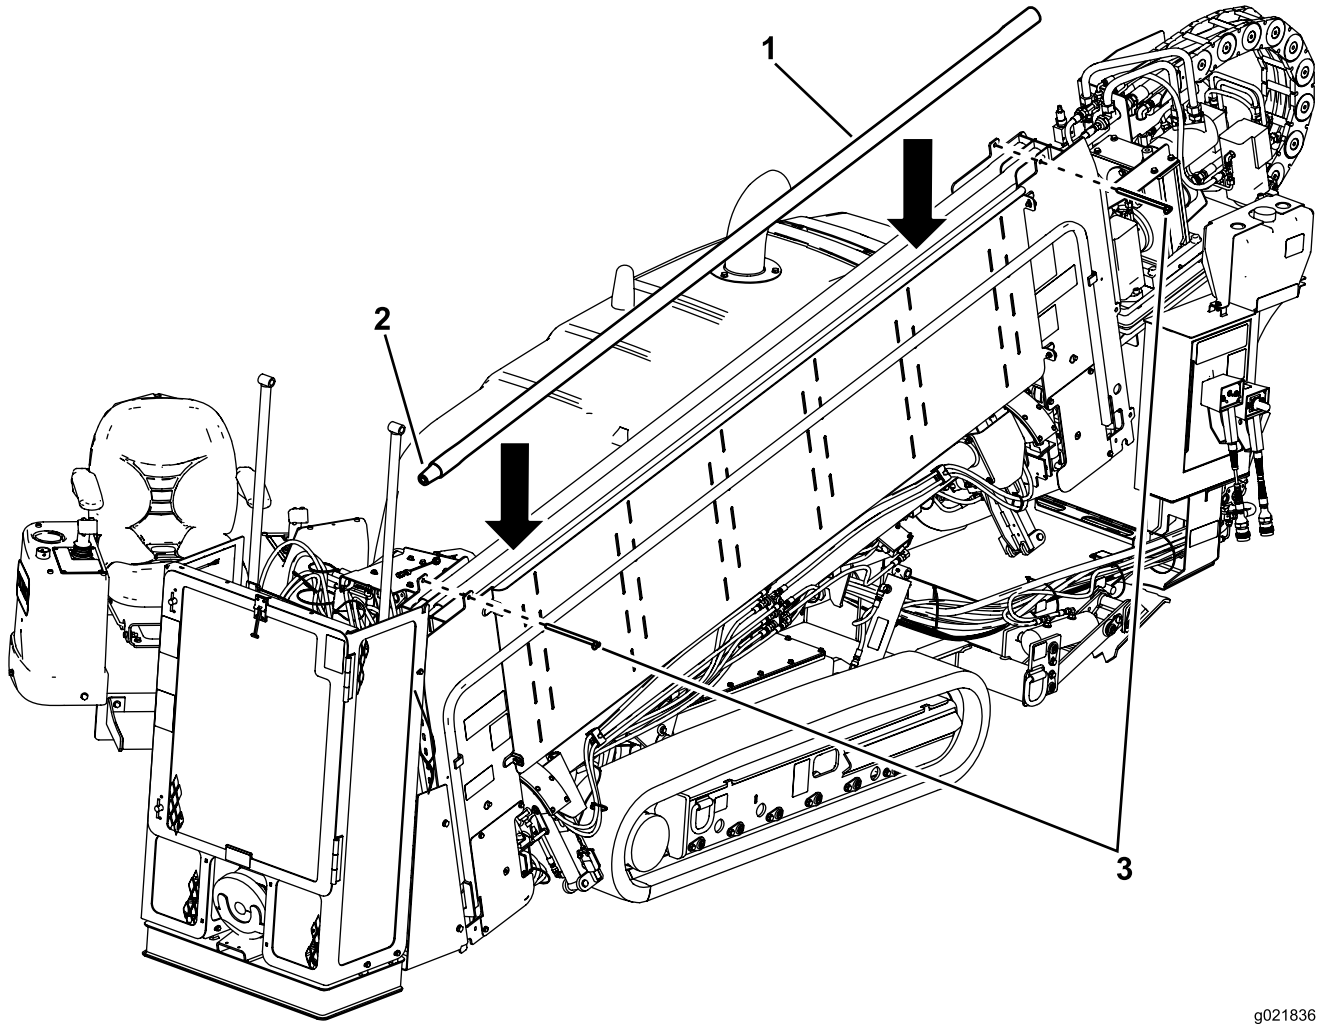

Figure 68
1. Retirez les axes de chape du porte-tiges (Figure 68).
2. Insérez les tiges par le haut en dirigeant l'extrémité filetée mâle des tiges vers l'avant de la machine (Figure 68).